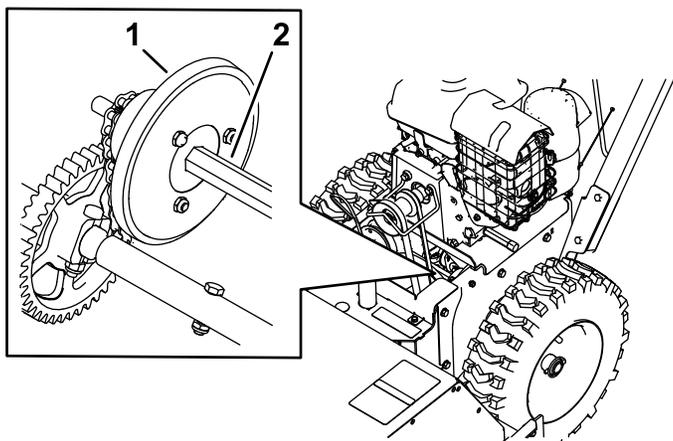

Figura 24
4. Mergulhe um pincel de pintura limpo, comprido, de ponta fina em óleo de motor automóvel e lubrifique ligeiramente o eixo hexagonal (Figura 24).
Importante: Não coloque óleo no anel de borracha nem na placa da transmissão de fricção de alumínio porque a transmissão da tração patinaria (Figura 24).